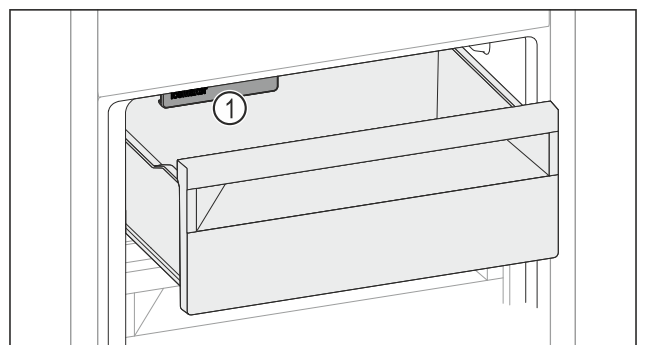

Fig. 157
- ▶ Rekening houden met IceMaker Fig. 157 (1).